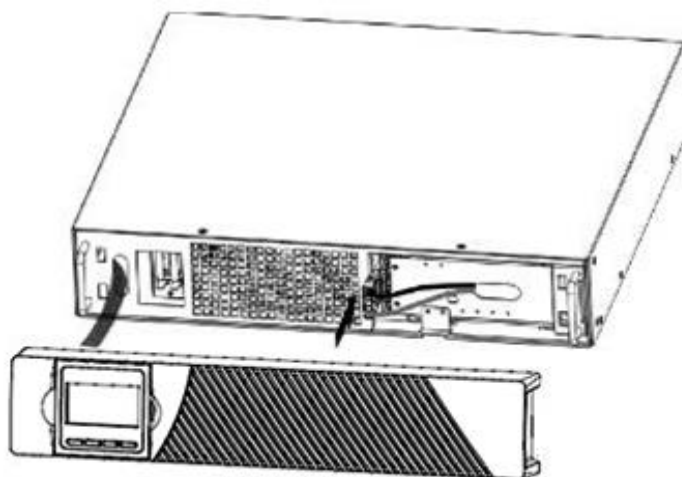

Рисунок 9. Подключение внутренних батарей ИБП
- а) Подключение разъема внутренних аккумуляторных батарей (см. рисунок 9)